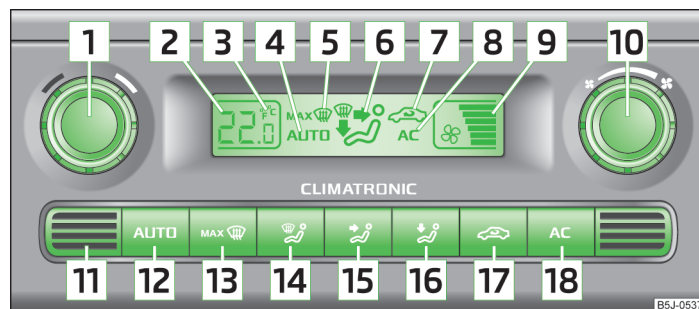

Fig. 81 Climatronic: Elementos de mando
- » (AC) 18 » fig. 81 de la página 83 conectado.
- » Pulsar la tecla (AUTO) 12 » fig. 81 de la página 83.
Pulsar y mantener pulsadas al mismo tiempo las teclas (AUTO) y (AC) » fig. 81 de la página 83. En el display aparecerán los datos en la unidad de medida deseada de la temperatura.
En la parte inferior del aparato se ubica el sensor de la temperatura del habitáculo **11** » fig. 81. No cubrir con adhesivos ni tapar el sensor; de lo contrario, esto podría influir negativamente sobre el Climatronic.
- » Pulsar la tecla  **12** » fig. 81 de la página 83, en la pantalla se visualiza **AUTO**.
- » Después de conectar el encendido, se puede ajustar la temperatura interior deseada con el regulador giratorio **1** » fig. 81 de la página 83.
- » Pulsar la tecla  **17** » fig. 81 de la página 83, en la pantalla se muestra el símbolo .
- » Pulsar de nuevo la tecla  **17** » fig. 81 de la página 83, el símbolo  se apaga en la pantalla.
➤ Girar el regulador giratorio  » fig. 81 de la página 83 hacia la izquierda (disminuir el número de revoluciones del ventilador) o hacia la derecha (aumentar el número de revoluciones del ventilador).
➤ Pulsar la tecla   » fig. 81 de la página 83.
➤ Pulsar de nuevo   » fig. 81 de la página 83 o .